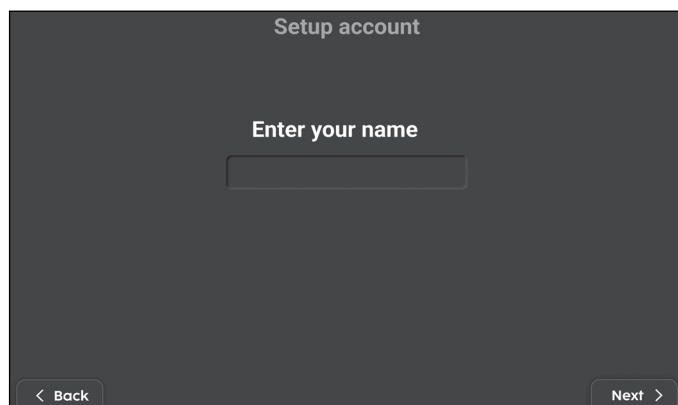

Figure 15
4. Créez un nom de compte (Fig. 15).